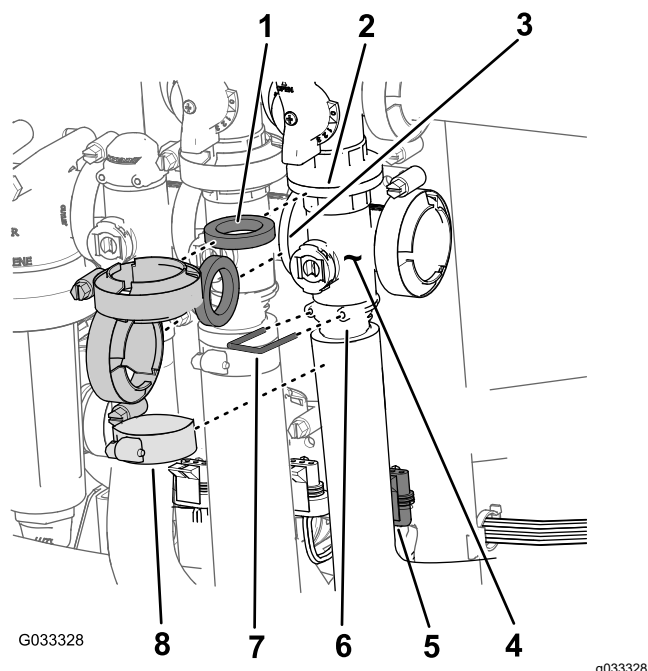

Figura 71
1. Îndepărtați clemele i garniturile care fixează colectorul pentru supapa de seciune principală (Figura 71) la supapa de bypass seciune principală, supapa de agitare i supapa colector seciune principală (la capătul furtunului pentru debitmetru).
2. Îndepărtați opritorul care fixează fittingul de ieire la colectorul pentru supapa de seciune principală (Figura 71).